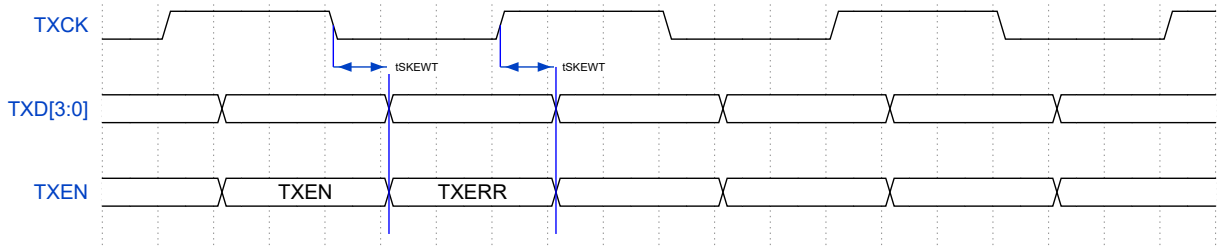

图 22: RGMII 发送信号时序图
4.14.1.2 RGMII 接口 RGMII 接口对应时序如图 22,??和??。